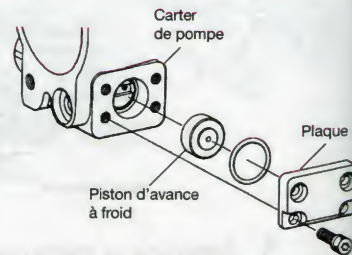

Figure 70.6. Piston d'avance à froid (Doc. Stanadyne)
Il s'agit d'une *servo-avance* (fig. 70.6, 70.7 et 70.8) de type II, avec un nouveau piston d'avance à froid (1), d'un diamètre plus gros que le vérin d'avance « vitesse » (2).
- les « *servo-avances* » de type II, pour assurer la précision du point d'injection (fig. 70.6) ;